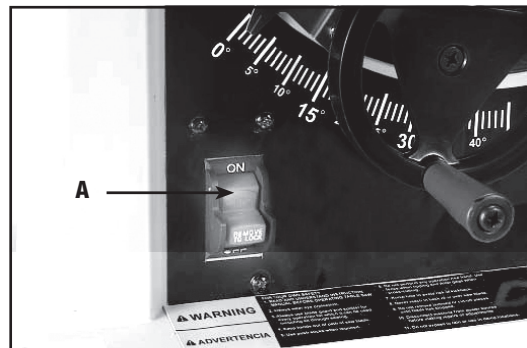

Fig. 27
El interruptor de encendido/apagado (A), Fig. 27, está ubicado en el frente de la sierra. Para "ENCENDER" la sierra, mueva el interruptor (A) hacia arriba hasta la posición de "ENCENDIDO" (ON). Para "APAGAR" la sierra, mueva el interruptor (A) hacia abajo hasta la posición de "APAGADO" (OFF).